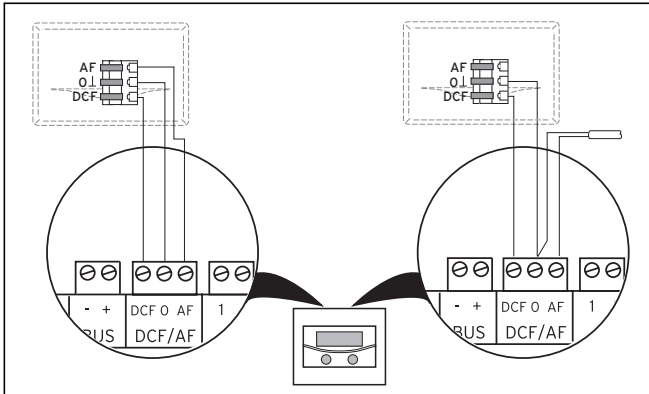

Abb. 6.11 DCF-Empfänger anschließen
- Verdrahten Sie den DCF-Empfänger entsprechend Abb. 6.11: